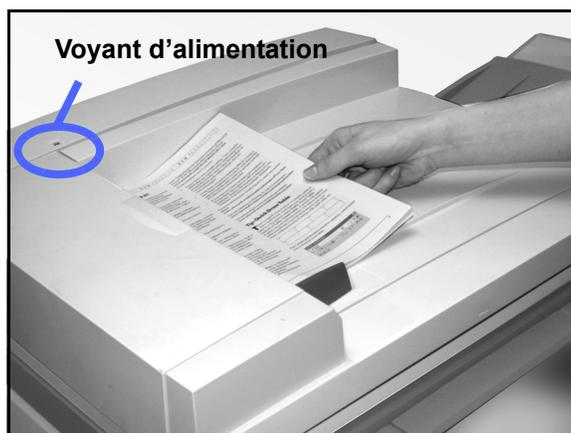

Figure 21 : Mise en place d'un document dans le chargeur
- Si le système est doté d'un chargeur, placez-y le document face dessus (voir la figure 21). Le voyant d'alimentation s'allume lorsque le document est inséré correctement. Vérifiez que le guide est contre le document.